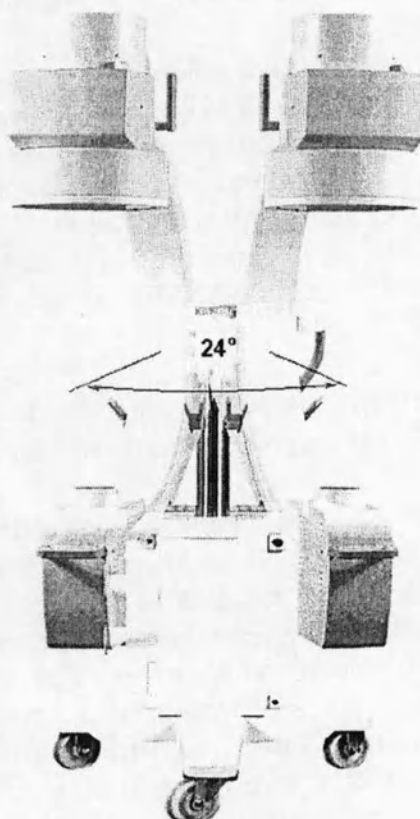

Рис. 1.20. Два крайних положения дуги штатива при повороте вокруг вертикальной оси.
- Сектор поворота вертикально установленной С-образной дуги вокруг вертикальной оси – $\pm 12^\circ$ (рис.1.20).